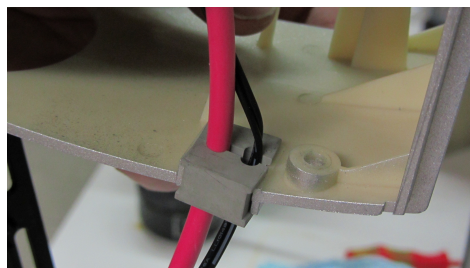

Abb. 17: LAN-Kabel in Kabeltülle
6. LAN-Kabel durch das Gehäuse führen (siehe Abbildung 16) und in eine freie Aussparung der Kabeltülle drücken (siehe Abbildung 17). Auf genügend Kabellänge zum Auf- und Absetzen der Abdeckhaube achten.